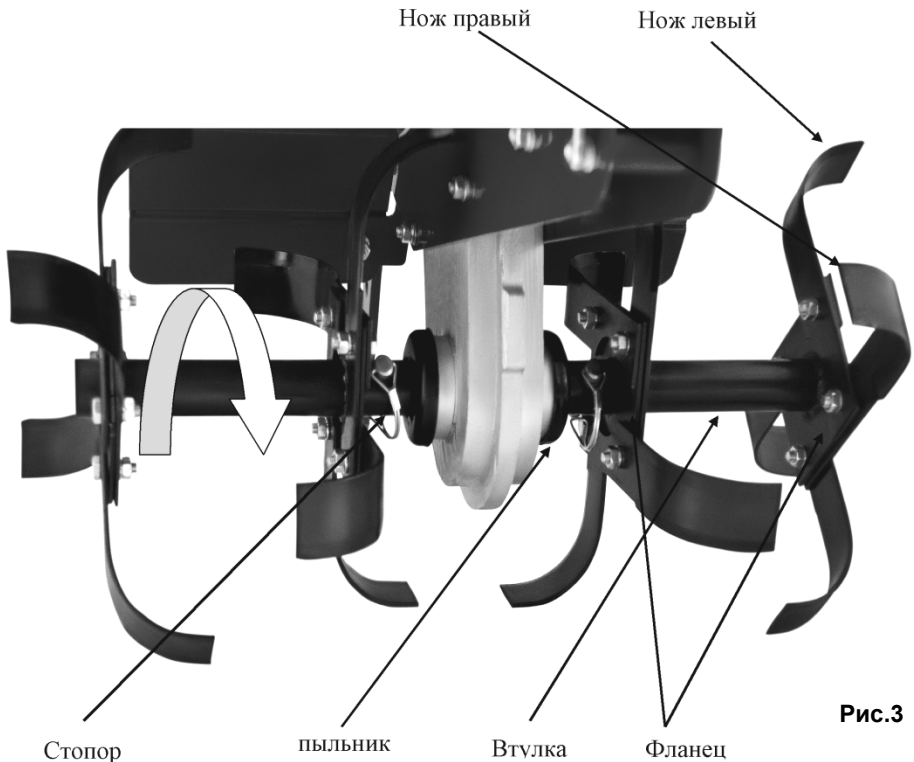

Рис.3
3. Соберите культиваторы согласно рис.3. При сборке ножи культиватора устанавливаются на квадратные фланцы. Ножи крепятся к фланцам болтовыми соединениями.